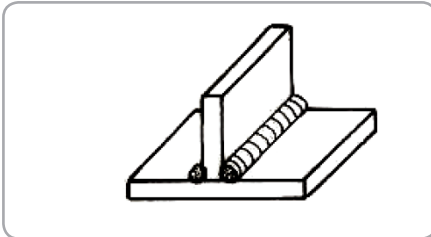

Fig.14
- Îmbinări sudate în T. Fig. 14